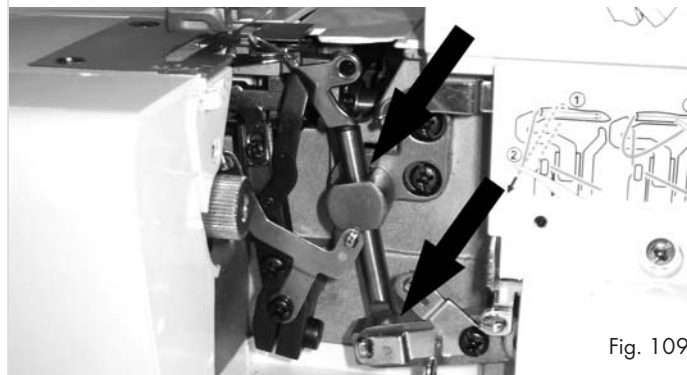

Fig. 109
- Lubrifiez régulièrement la machine au niveau des points de lubrification indiqués sur la figure 109. Utilisez exclusivement de l'huile pour machine à coudre à cette fin.